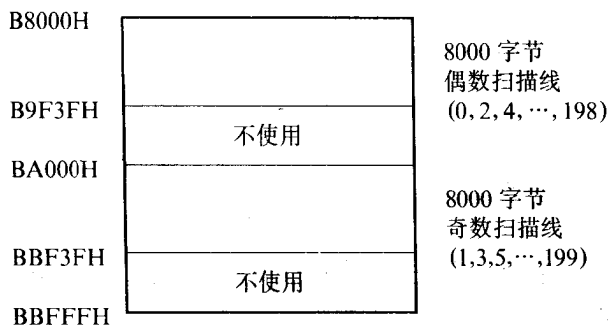
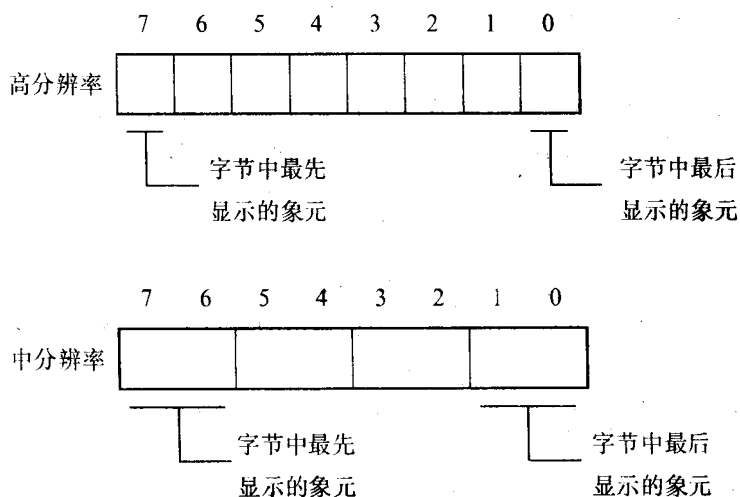

图 1-4 显示缓冲器与屏幕扫描线的对应关系
图 1-5 显示缓冲器字节内容与象元位置的对应关系
则需要用两个 bit 位来表示。这些点信息在显示缓冲器中存放的顺序也和字符方式有很大的不同。图 1-4 是显示器屏幕上的象元位置与显示缓冲器中的信息对应关系的示意图。图 1-5 是显示缓冲器中每个字节的信息内容与显示器屏幕上的象元位置对应关系的示意图。
(2) 往显示缓冲器中填写的不再是字符的 ASCII 码 而是显示点的值。点值在显示缓冲器中存放的顺序也和字符显示方式时的有很大的区别,分成奇、偶扫描线区。这是需要注意的 具体请参见图 1-4 和图 1-5。
(3) 在需要显示字符时,决不能直接把 ASCII 码填入显示缓冲器。必须先到字符发生器或称字符字模库中取得该字符的点阵信息 然后按规定填写显示缓冲器。通常 对于前 128 个字符(ASCII 码从 0 到 127)使用 ROM BIOS 芯片上的字符字模库 而对于后 128 个字符(ASCII 码从 128 到 255 又称扩展 ASCII 字符)使用由奇异中断 1FH 所指示的扩展字模库。